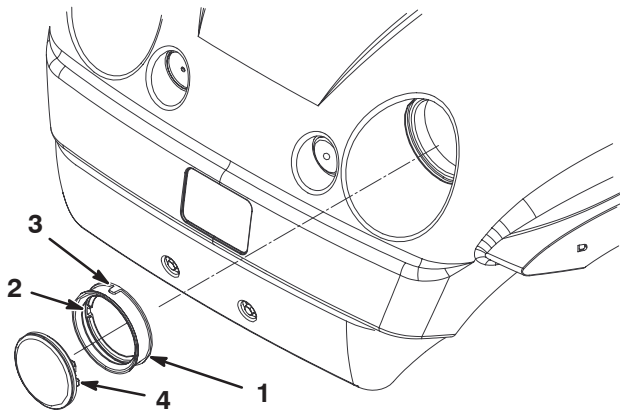

Bild 47
4. Entfernen Sie die Gummidichtung vom Scheinwerfer (Bild 47). Entsorgen Sie den alten Scheinwerfer.
5. Fluchten Sie die Auskerbung an der Innenseite der Dichtung mit der Auskerbung am neuen Scheinwerfer aus (Bild 47). Schieben Sie die Dichtung auf den neuen Scheinwerfer, bis die Dichtung fest anliegt.